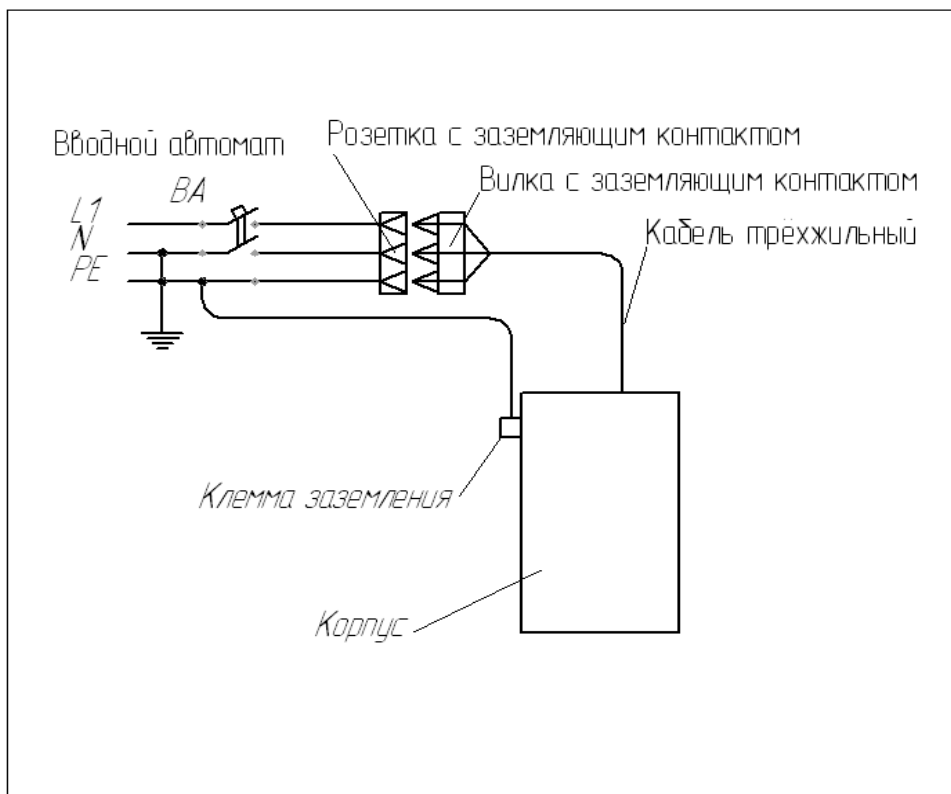
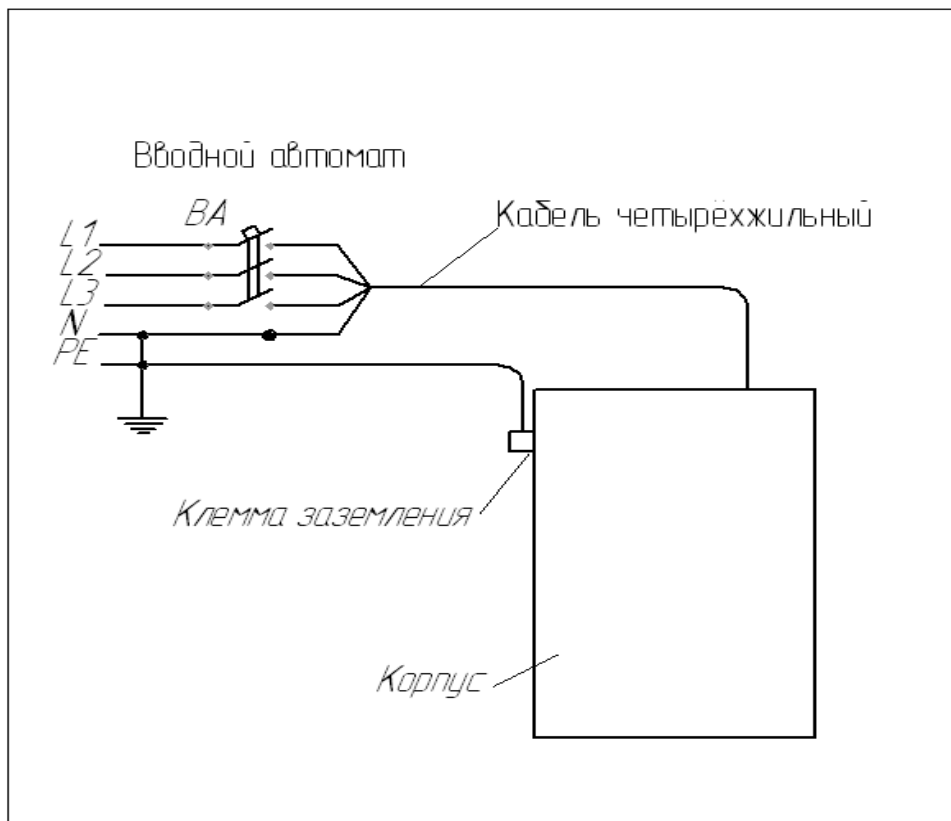

Рисунок 5. Схема подключения внешних цепей аквадистиллятора Liston A 1104 к питающей сети ~220 В.
Рисунок 6. Схема подключения внешних цепей аквадистиллятора Liston A 1110, Liston A 1125 к питающей сети ~380 В.
6.20. Перед подключением к сети, убедитесь, что ее напряжение и мощность соответствуют параметрам, указанным на аквадистилляторе. Сеть должна быть оснащена автоматическим выключателем в соответствии с мощностью аквадистиллятора на ток 20 А (для Liston A 1104), 40 А (для Liston A 1110), 100 А (для Liston A 1125). Подключение аквадистиллятора к сети производится с помощью вводного автоматического выключателя питающей сети (Рисунок 5, Рисунок 6), устанавливаемого потребителем и предназначенного для защиты от перегрузок и коротких замыканий электрических цепей напряжением 380 В переменного тока, оперативных включений и отключений указанных цепей.
6.21. Подключить клемму заземления аквадистиллятора к магистрали защитного заземления медным гибким проводом сечением не менее 6 мм^2 . Произвести подключение внешних электрических цепей к питающей сети в соответствии с Рисунок 5 или Рисунок 6.